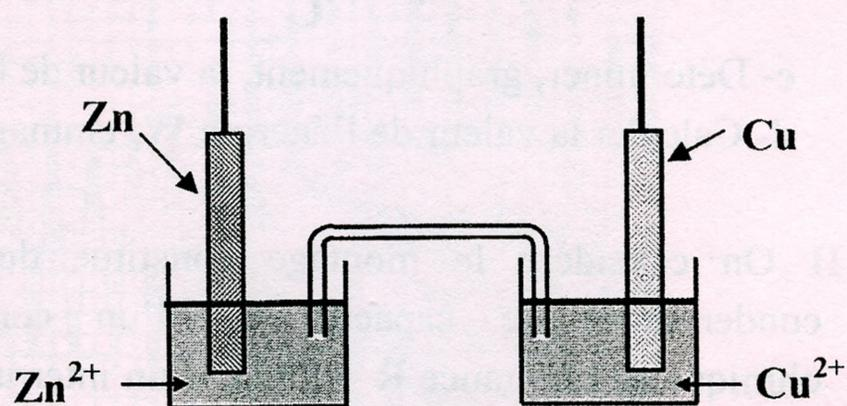

Fig.1
La pile Daniell (P), schématisée sur la **figure 1**, est constituée de deux demi-piles A et B, reliées par un pont salin. La demi-pile A est constituée d'une lame de zinc qui plonge dans une solution aqueuse de sulfate de zinc de concentration molaire  $C_1 = 0,50 \text{ mol.L}^{-1}$  et de volume  $V_1 = 100 \text{ mL}$ .